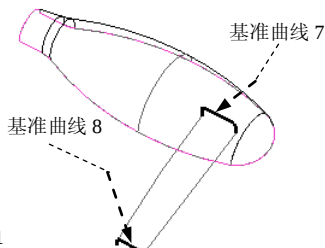

图 6.7.40 选择第二方向曲线
② 选择第二方向曲线。单击操控板中的第二方向曲线操作栏，按住 **Ctrl** 键，依次选择基准曲线 7 和基准曲线 8 (图 6.7.40) 为第二方向边界曲线。
(3) 单击操控板中的“完成”按钮.